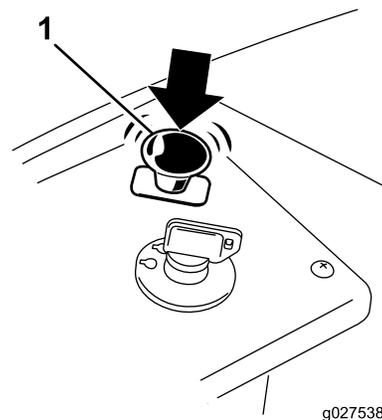

Figura 12
1. Disinserite le lame spingendo il comando delle lame in posizione OFF (Figura 12).